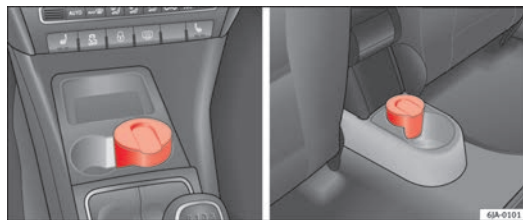

Fig. 85 Consola central: cinzeiro dianteiro/cinzeiro traseiro
- O cinzeiro ⇒ Fig. 85 retira-se puxando-o para cima.